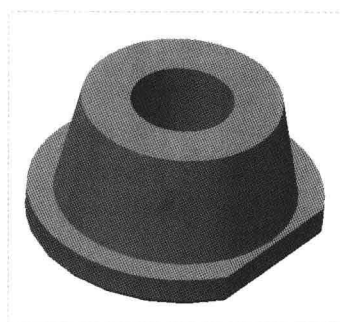

图 7-96 图形文件
Step 01 按【Ctrl+O】组合键，打开图形文件，如图 7-96 所示。